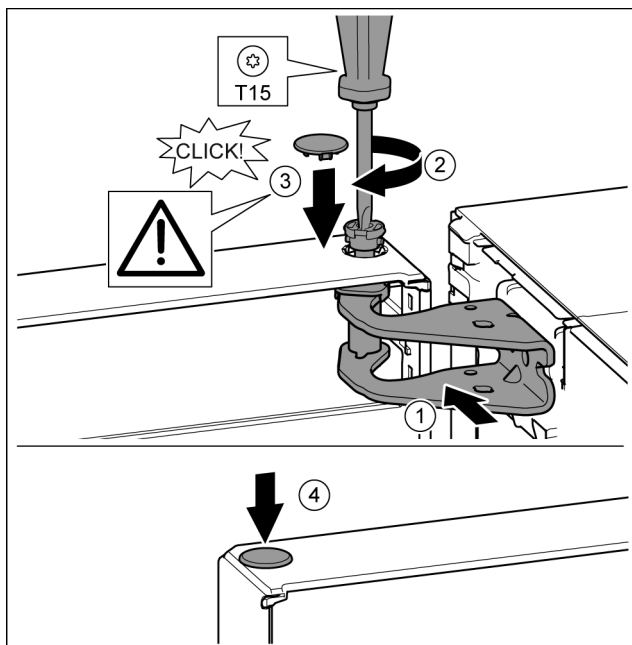

Fig. 23
- ▶ Dveře nahoře vyrovnejte s otvorem ve stojanu ložiska. *Fig. 23 (1)*
- ▶ Vložte čep a pevně jej utáhněte šroubovákem T15. *Fig. 23 (2)*
- ▶ K zajištění dveří namontujte bezpečnostní kryt: Bezpečnostní kryt nasadíte a zkontrolujete, zda přiléhá na dveře. V opačném případě čep zcela zasuňte. *Fig. 23 (3)*
- ▶ Vložte zátku. *Fig. 23 (4)*